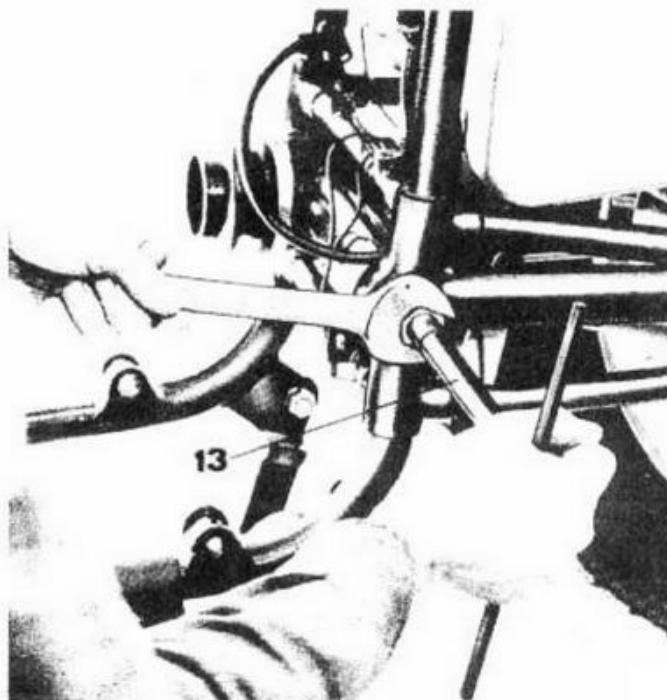

Fig. 118
- i controdadi regolando il forcellone in modo che oscilli senza difficoltà, a mezzo chiave speciale n. 12903000 e chiave aperta per tener fermo il controdado (vedere 13 di fig. 118). Infine i dadi ciechi sui due perni.